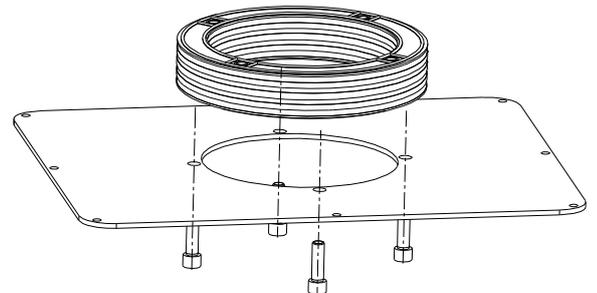

Bild 3: Montage Dämpfungsring DT
- Schrauben durch den Behälter bzw. Grundplatte durchstecken und mit den Gewinden im Dämpfungsring DT verschrauben (siehe Bild 3).